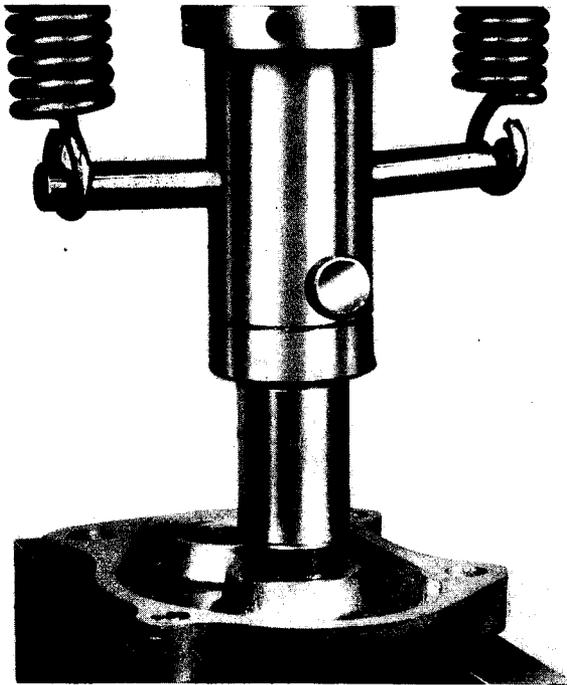

Fig. 6
- 1° Placer le boîtier ou le flasque sous une presse et mettre la bague en place à l'aide de l'outil MUTA (fig. 6).